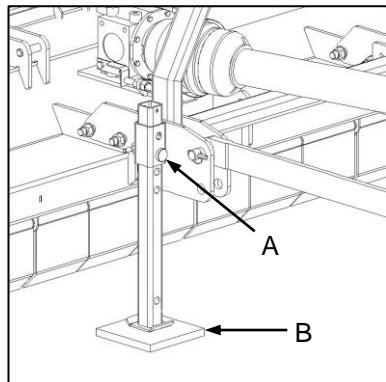

Fig. 8
- ✓ Extend the parking jack and select an appropriate pin hole (Fig. 8-A) to allow the implement to assume a level position.
- ✓ In soft ground conditions, it is recommended to use a wooden base block (Fig. 8-B) for added stability.
- ✓ Verleng die parkeerdomkrag en kies 'n gepaste pangaatjie (Fig. 8-A) om die implement gelyk te laat staan.
- ✓ Dit word aanbeveel dat 'n houtblok (Fig. 8-B) vir ekstra stabiliteit gebruik word waar die grond sag is.